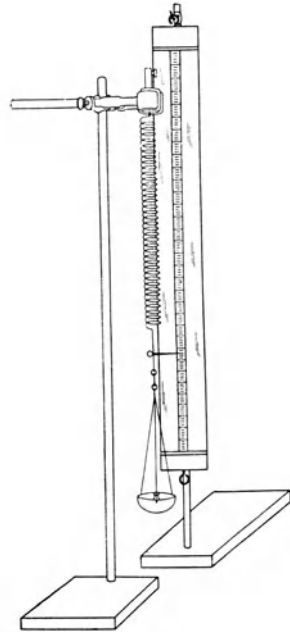

Fig. 20.
b) Hänge in den Haken am untern Ende der Feder die Schale, halte die Hand flach darunter und setze behutsam auf die Mitte der Schale  $F_0 = 30$  [gr\*], bewege die Hand langsam nach unten und gib so die Schale allmählich frei (Fig. 20). Beruhige mit der Hand oder dem Pinsel die Schwingungen der Spule, halte den Ablesespiegel so, daß das Spiegelbild des Auges mit dem abzulesenden Strich zusammenfällt, und lies die Stelle des Maßstabes ab, vor der der Zeiger der Feder schwebt. (In der Figur ist ein Spiegelmaßstab gezeichnet.) Sollte die Spule noch etwas schwingen, so lies die beiden Umkehrpunkte ab und nimm daraus das Mittel. Die Ablesung liefert die Nullstellung ( $x_0$  cm) des Zeigers für die Grundbelastung ( $F_0$  gr\*).